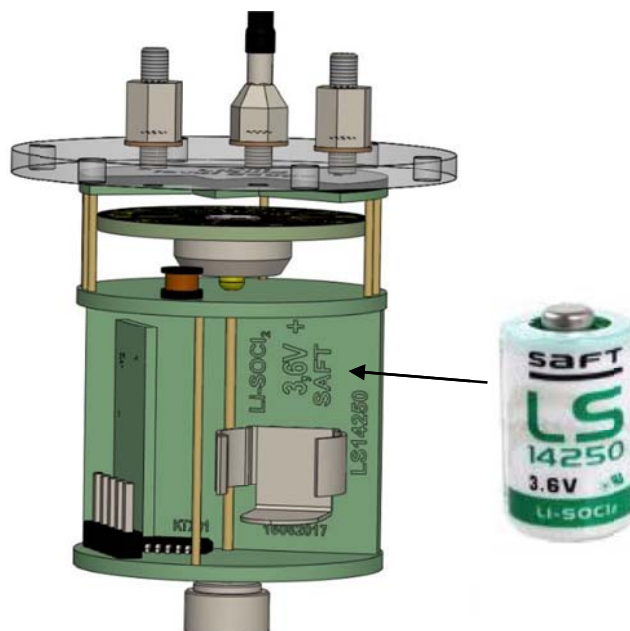

Рис. 15 Правильная полярность батареи
4. Пластмассовое смотровое окошко осторожно отделите от цилиндрической нижней части и медленным движением вверх вытяните электронику (рис. 15). Действуйте очень медленно так, чтобы не выдавить силиконовое масло за пределы ёмкости.
5. Как только стечёт лишнее масло, двумя пальцами вытяните оригинальную батарею в направлении к себе. В этой пустой позиции станут видны надписи с типом и полярностью (рис. 15). Во время манипуляции предотвратите любой контакт с подвижными частями (магнит, вал, диск). Их нарушение может привести к нарушению измерительных способностей передатчика.
6. Новую батарею аналогичного типа вставьте на освободившееся место. Металлический выступ (полюс плюс) батареи должен соответствовать надписи на плоскости под батареей (рис. 15).